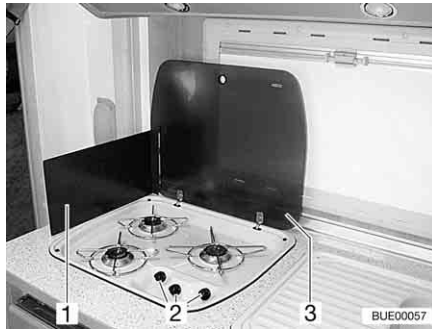

Bild 184 Gaskocher
- Gaskocher-Abdeckung (Bild 184,3) öffnen.
- Je nach Modell Flammenschutzblech (Bild 184,1) ausklappen oder aufstellen.
- Drehregler (Bild 184,2) der gewünschten Brennstelle auf Zündposition (große Flamme) drehen.